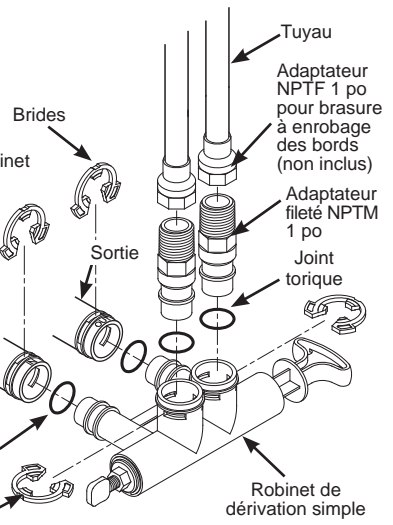

Figure 7
1. Faites une inspection visuelle et retirez tout débris dans les orifices d'entrée et de sortie du robinet de l'adoucisseur d'eau (voir Figure 7).
3. Si ce n'est pas déjà fait, appliquez une légère couche de graisse au silicone (fournie) sur les joints toriques du robinet de dérivation simple (voir Figure 7).
4. Poussez le robinet de dérivation simple dans le robinet de l'adoucisseur d'eau aussi loin qu'il peut aller. Enclenchez les deux grandes brides de retenue en place en procédant de haut en bas (voir Figures 7 et 10).